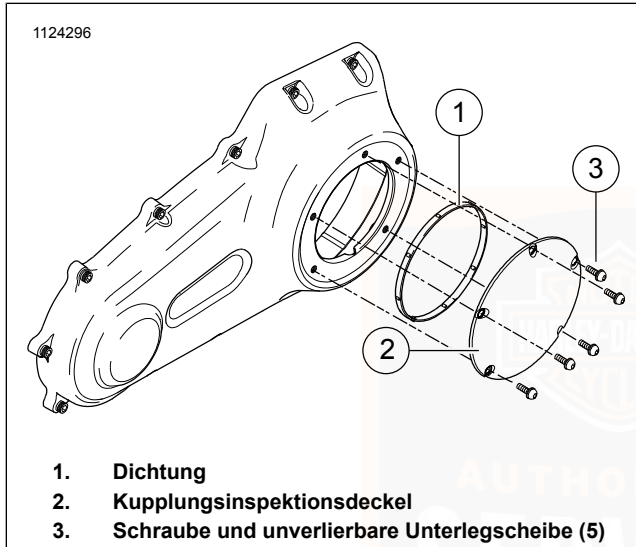
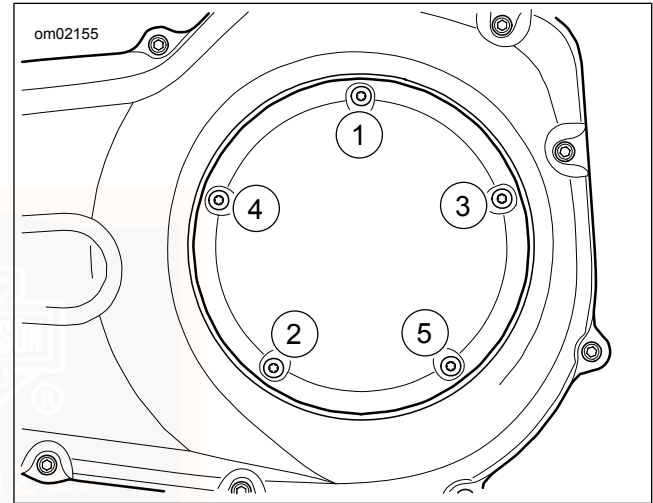

Abbildung 92. Kupplungsdeckel (Typisch)
Abbildung 93. Anzugsreihenfolge für Kupplungsdeckel
6. Siehe Abbildung 92. Schrauben (3) und Kupplungsinspektionsdeckel (2) entfernen.
7. Dichtung (1) entfernen. Das Öl von der Nut im Kettengehäusedeckel und der Befestigungsfläche abwischen.
- Siehe Abbildung 92 . Die **neue** Dichtung (1) in die Nut des Kupplungsinspektionsdeckels (2) einsetzen. Jede Noppe auf der Dichtung in die Nut drücken.
- Den Kupplungsinspektionsdeckel (2) mit Schrauben und unverlierbaren Unterlegscheiben (3) sicher befestigen.
- Siehe Abbildung 93 . Auf folgendes Drehmoment anziehen: 9,5–12,2 N·m (84–108 **in-lbs**).